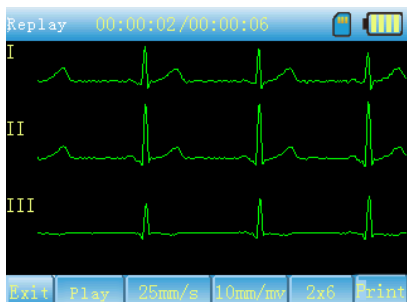

Fig. 13-8-4
**Stop** : Cliccare questo pulsante per richiamare le onde in modo statico, come mostrato in Fig.13-8-4.